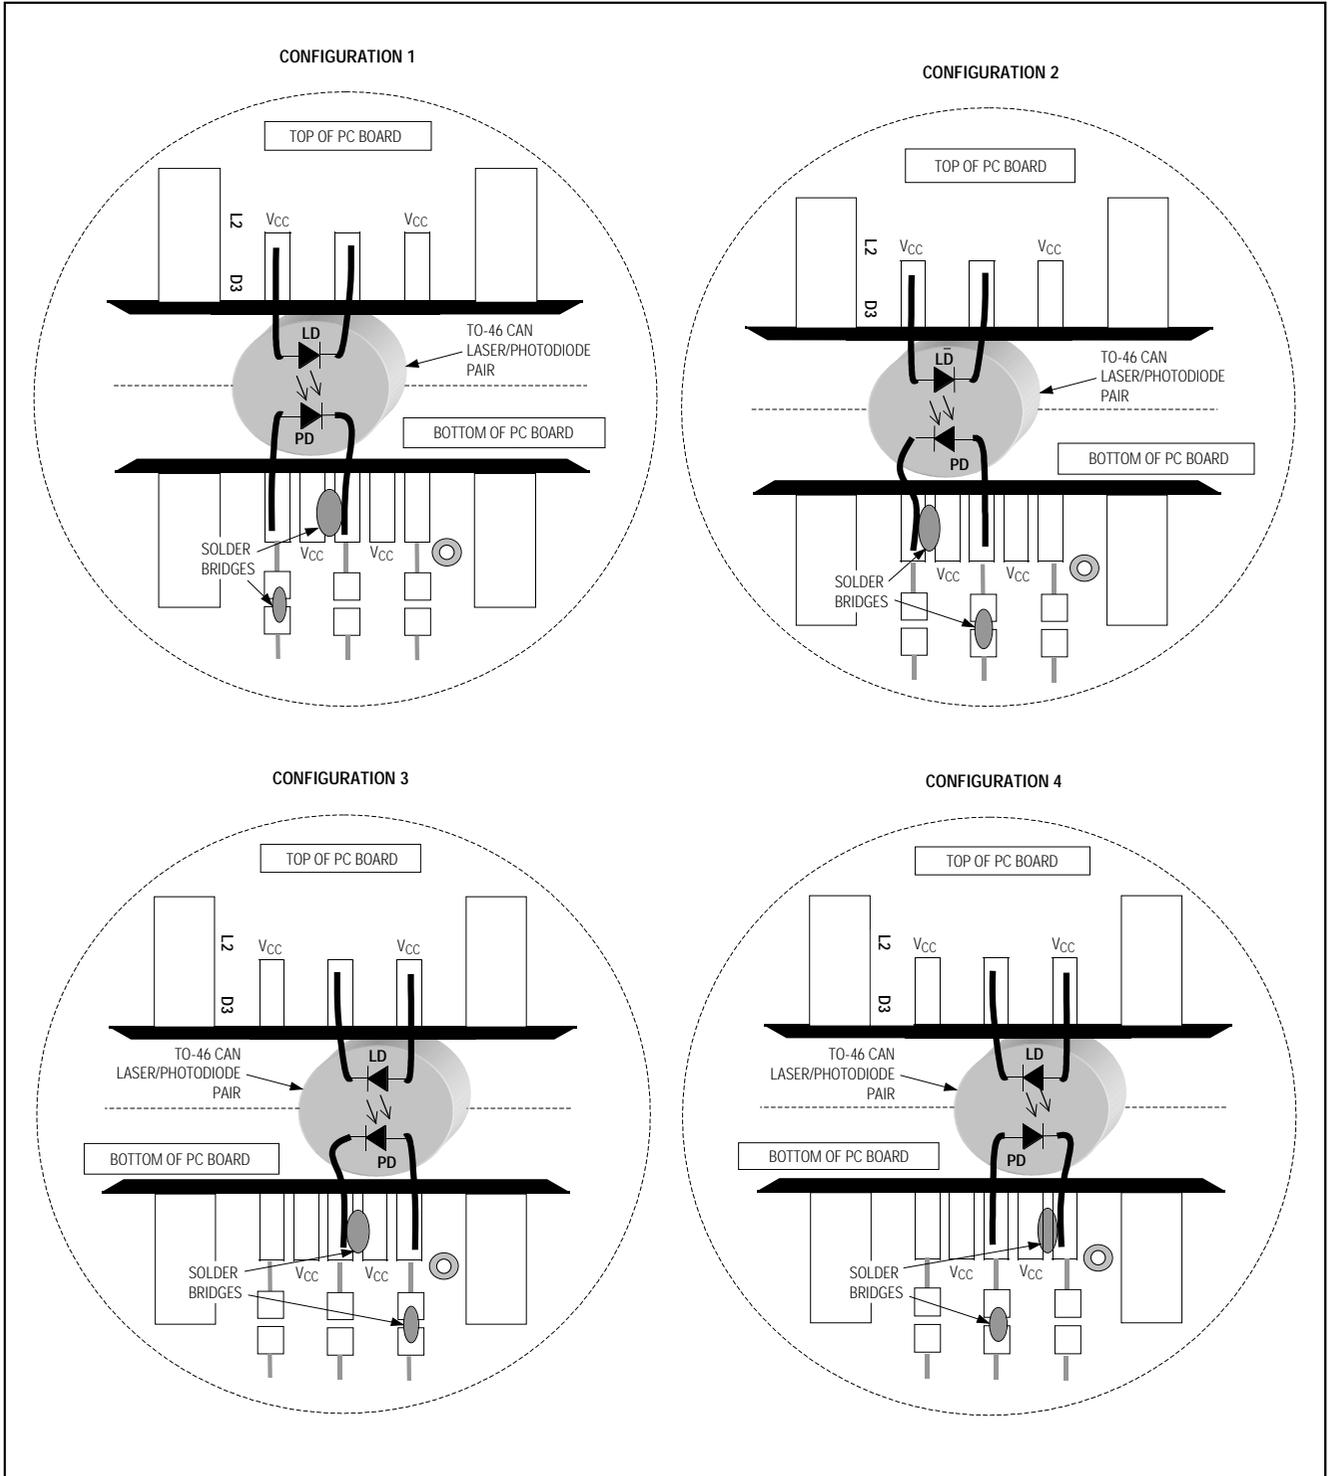

図1. MAX3669EVキットへのレーザダイオード/モニタダイオードの装着
- 2) TOスタイルのヘッダレーザ及びモニタダイオード(図1)を下記の方法で接続します。